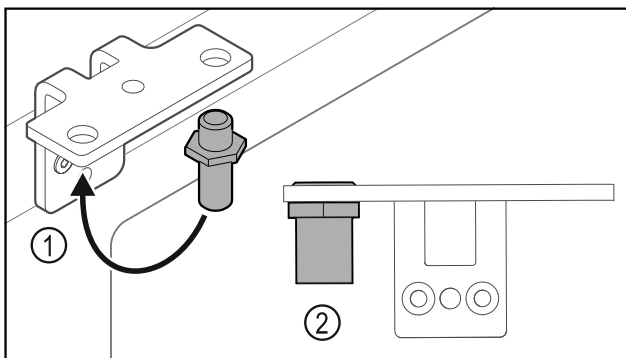

Fig. 34
- ▶ Perkelkite kaištį Fig. 34 (1) šarnyriniame kampuoptyje.
- ▶ Priveržkite kaištį Fig. 34 (2) **12 Nm** sukimo momentu.